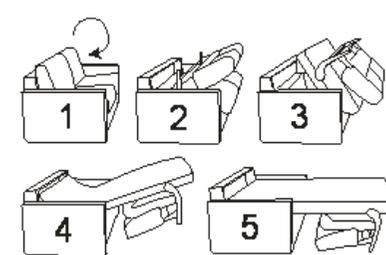

Рис.2
4. ТРАНСФОРМАЦИЯ МЕХАНИЗМА НОВА и НЬЮ РОЛЛЕР (Рис. 2).